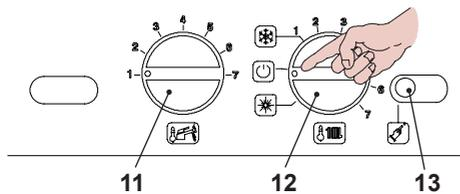

Рис. 5.42
- Чтобы выйти из режима программирования, установите переключатель функций / регулятор температуры отопления 12, как показано на рисунке Рис. 5.42.